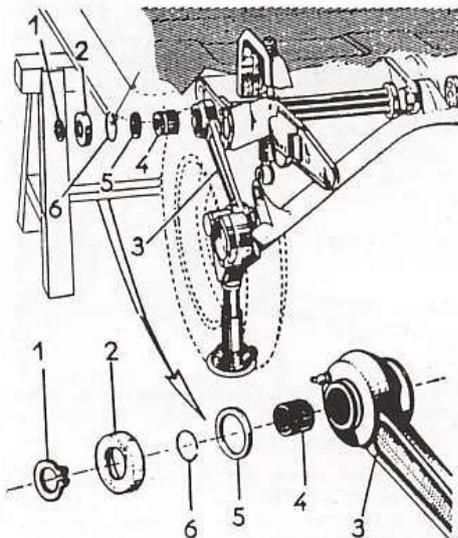

Fig. 89. — Dépose d'un manchon intermédiaire de bras de suspension arrière pour réglage de la hauteur de caisse
- Mettre l'arrière de la voiture sur tréteaux de même hauteur (fig. 89) car le châssis doit être parallèle au sol. Déposer les deux roues arrière.
Côté droit et gauche. — Déposer le circlips (1) (fig. 89), puis la coupelle protectrice (2) du manchon (4). Maintenir le bras de suspension (3) contre la plaque d'ancrage et retirer le manchon intermédiaire (4) muni de son jonc d'arrêt (6), puis la rondelle entretoise (5). On peut donner au bras de suspension un mouvement de haut en bas pour faciliter le dégagement du manchon, des cannelures du bras et de la barre de torsion intérieure.
- Présenter le manchon intermédiaire (4) (fig. 89) pourvu de sa rondelle entretoise (5) et de son jonc d'arrêt, sur les cannelures de la barre de torsion intérieure et celles du bras de suspension ; chercher le point permettant d'engager le manchon sur les deux à la fois. S'il ne s'engage pas, faire tourner le manchon pour changer de cannelures. **Ne jamais frapper pour mettre en place le manchon.**